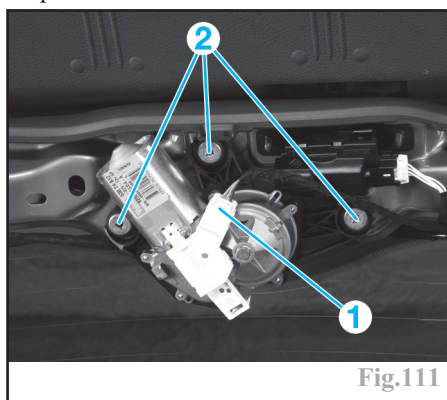

Fig.111
Débrancher le connecteur (1) (Fig.111).